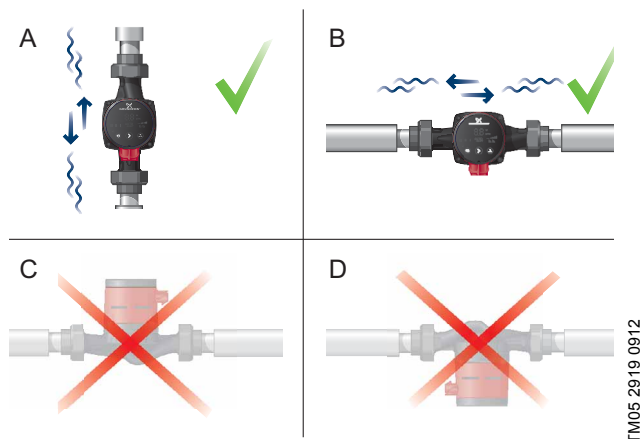

Fig. 6 Pozițiile cutiei de control
- Pompa instalată corect într-o țeavă verticală. Vezi fig. 6, poz. A.
- Pompa instalată corect într-o țeavă orizontală. Vezi fig. 6, poz. B.
- Nu instalați pompa cu arborele motorului vertical. Vezi fig. 6, poz. C și D.